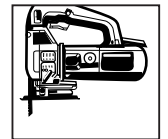

FIG.5
4. Såga enligt fig.4 ut en del ur plastkofångarens undersida. Såga enligt fig.5 ut en del ur kofångarens innanmäte av aluminium. I innanmätet anges en böjd streckad linje vid pilen (i mitten). Såga ut den angivna
4. Sav et stykke af på undersiden af kunststofkofangeren ifølge fig.4. Sav et stykke af aluminiuminderværket i kofangeren ifølge fig.5. I kofangerinderværket er der ved pilen (midt på kofangeren) aftegnet en buet
4. Serrar de acuerdo con la fig. 4 una parte del lado inferior del parachoques sintético. Serrar de acuerdo con la fig. 5 una parte de la parte interior de aluminio del parachoques. En la parte interior del parachoques está indicada una línea de puntos torcida junto a la flecha (parte central parachoques). Serrar la parte indicada de forma rectangular de acuerdo con las demás figuras 5. Volver a poner el parachoques y fijarlo a la altura de los puntos M por medio de dos tuercas M10 inclusive arandelas planas. Colocar la barra de la bola y fijarla por medio de un tornillo M12x70/21.2 y un tornillo M12x75/26.2 inclusive placa de enchufe, arandelas planas y tuercas.